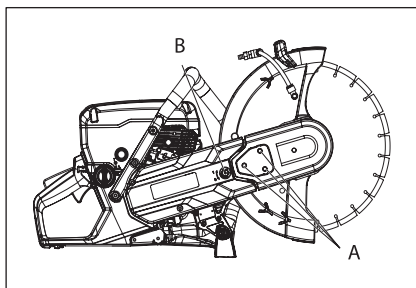

Рис. 20
1. Ослабьте три гайки (А), удерживающие верхний защитный кожух ремня. Поверните натяжитель ремня (В) в положение «0», чтобы ослабить ремень (рис. 20).